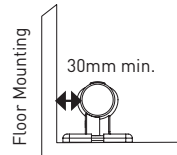

Bild.6
- Följ anvisningarna i [Bild 6] om hur stort fritt utrymme som ska finnas runt värmeröret.